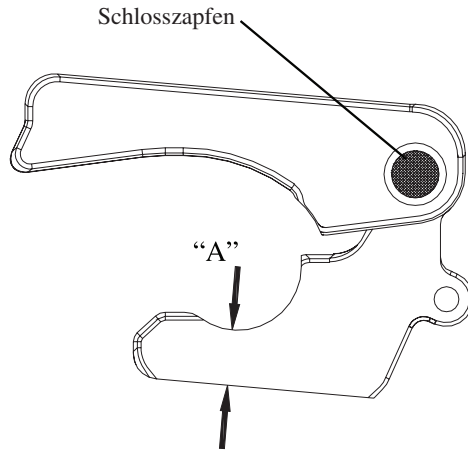

Abbildung 12 - Einbaulage des Schlosszapfens
3. Sattelkupplung auf Verschleiß prüfen. Wenn Maß "A" (siehe Abb. 12) weniger als 20,25 mm beträgt, wird ein Schlossstück-Austauschsatz benötigt.
Beim Schlosszapfen (siehe Abb. 12) handelt es sich lediglich um einen Drehzapfen, der auslegungsgemäß kleiner als die Bohrung im Schlossteil ist. Damit ist Spiel vorhanden, was es dem Schlossteil ermöglicht, jederzeit vollständig im Kontakt mit Königszapfen und Verschlussriegel zu stehen.
Liegt am Schlossteil Untermaß vor (Maß A in Abb. 12) unter 20,25 mm), wird ein Schlossteil-Austauschsatz benötigt.